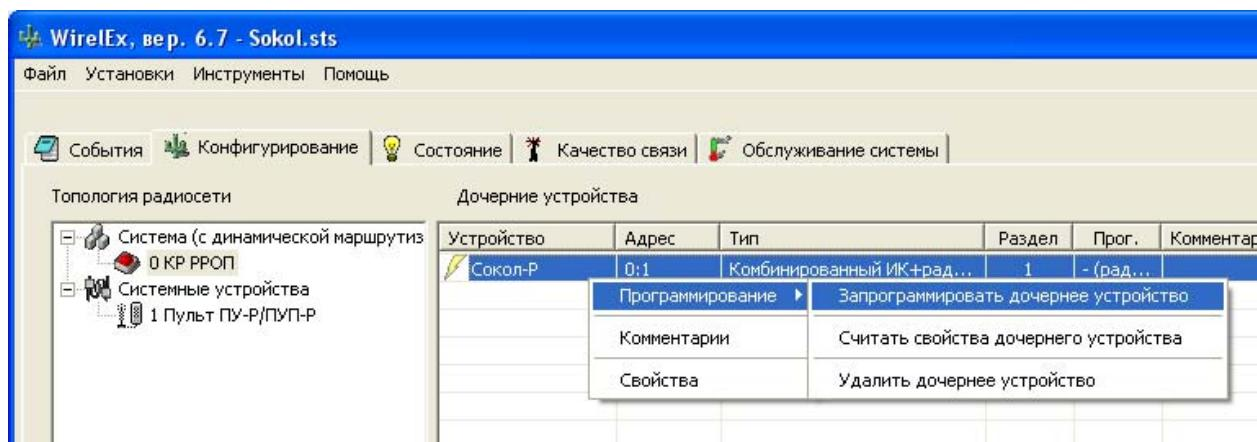

Рисунок 11
- в ПО WirelEx нажатием правой кнопки мыши на «Сокол-Р» выбрать команду «Программирование → Запрограммировать дочернее устройство» (рисунок 11), дождаться появления окна с надписью «Активизируйте радиопередачу».